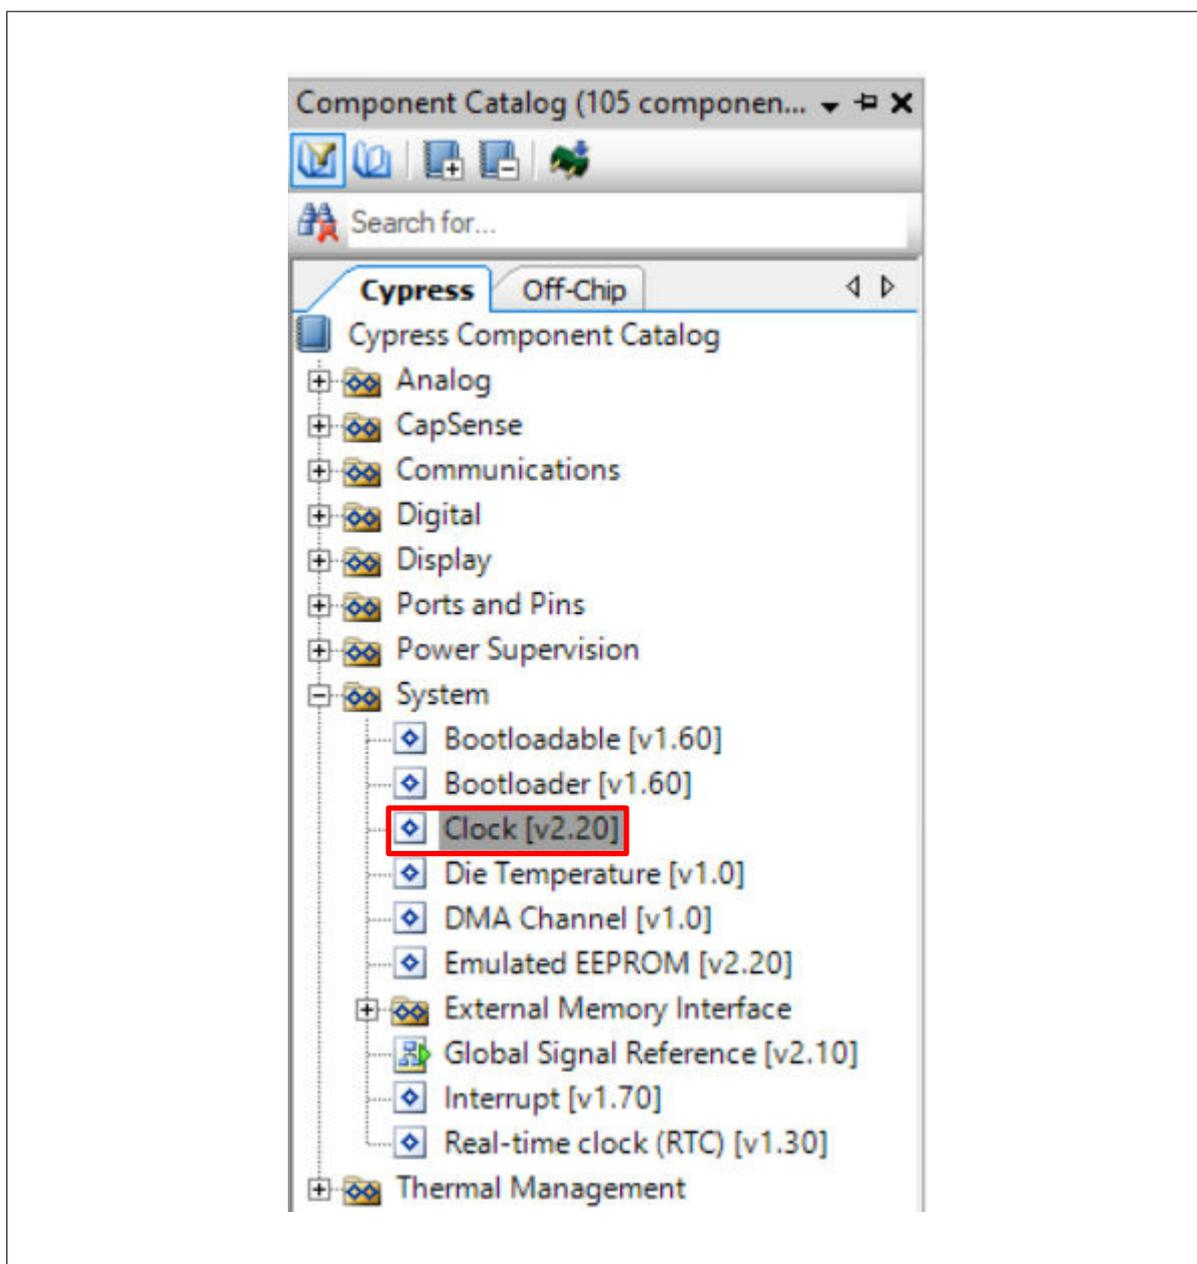
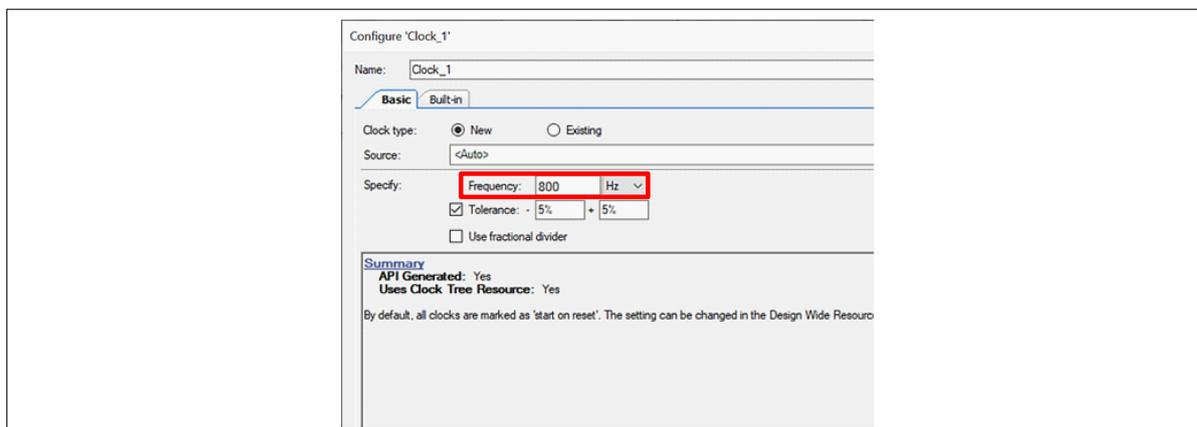

図 40 クロックコンポーネントの場所
図 41 クロックコンポーネントの設定
8. PWM コンポーネントが動作するために 1 つの入カクロックを必要とします。図 40 と図 41 に示すように、回路図に **Clock** コンポーネントをドラッグ アンドドロップし、そのコンポーネントをダブルクリックして、**Frequency** を 800 Hz に設定してください。PWM コンポーネントの Prescaler 値設定が 8 なので、PWM の実効入カクロックはわずか 100 Hz です。したがって、PWM 周期が 254 の場合、PWM 出力周期時間は 2.54 秒になります。